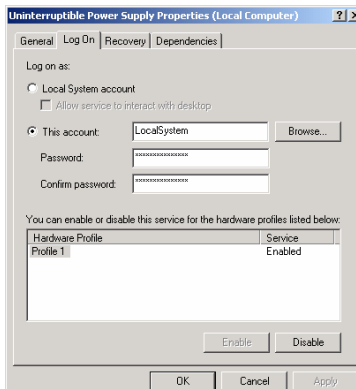

Figure 12 : Boîte de dialogue des caractéristiques de l'UPS
- Cliquez sur l'onglet **Log On**, la Figure 12 apparaît.